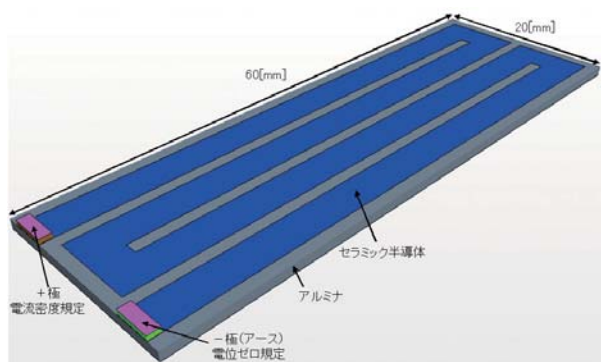

図6 セラミックヒーター
60.0[mm]×20.0[mm]×1.0[mm]のアルミナの上に、厚さ0.02[mm]のセラミック半導体を図6のように配置したセラミックヒーターに対し、熱と電場の連成を定常計算で実施しました。